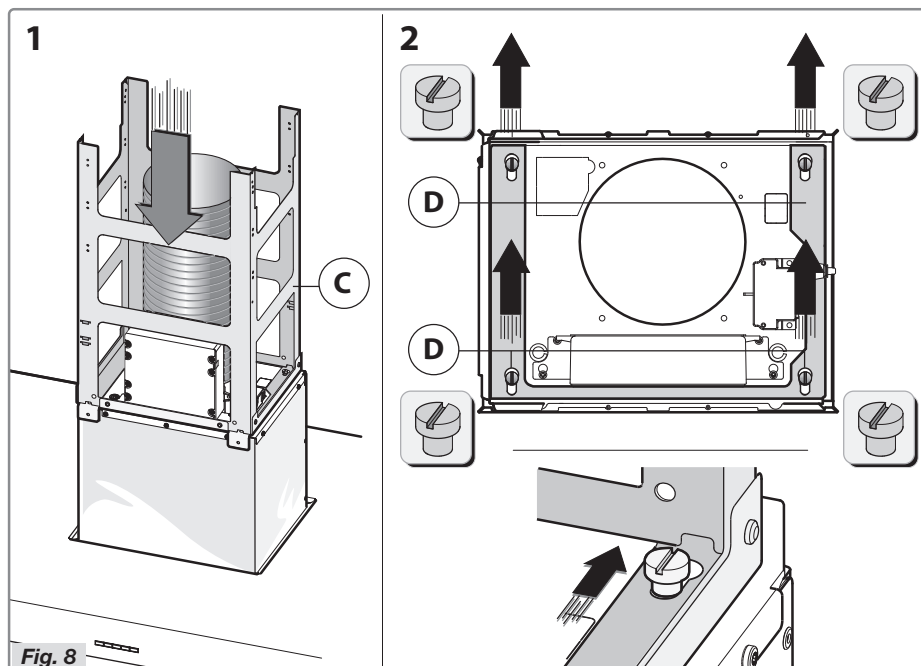

Fig. 8
- Gør rammens bundsektion **C** fast til motorhuset (fig. 8).